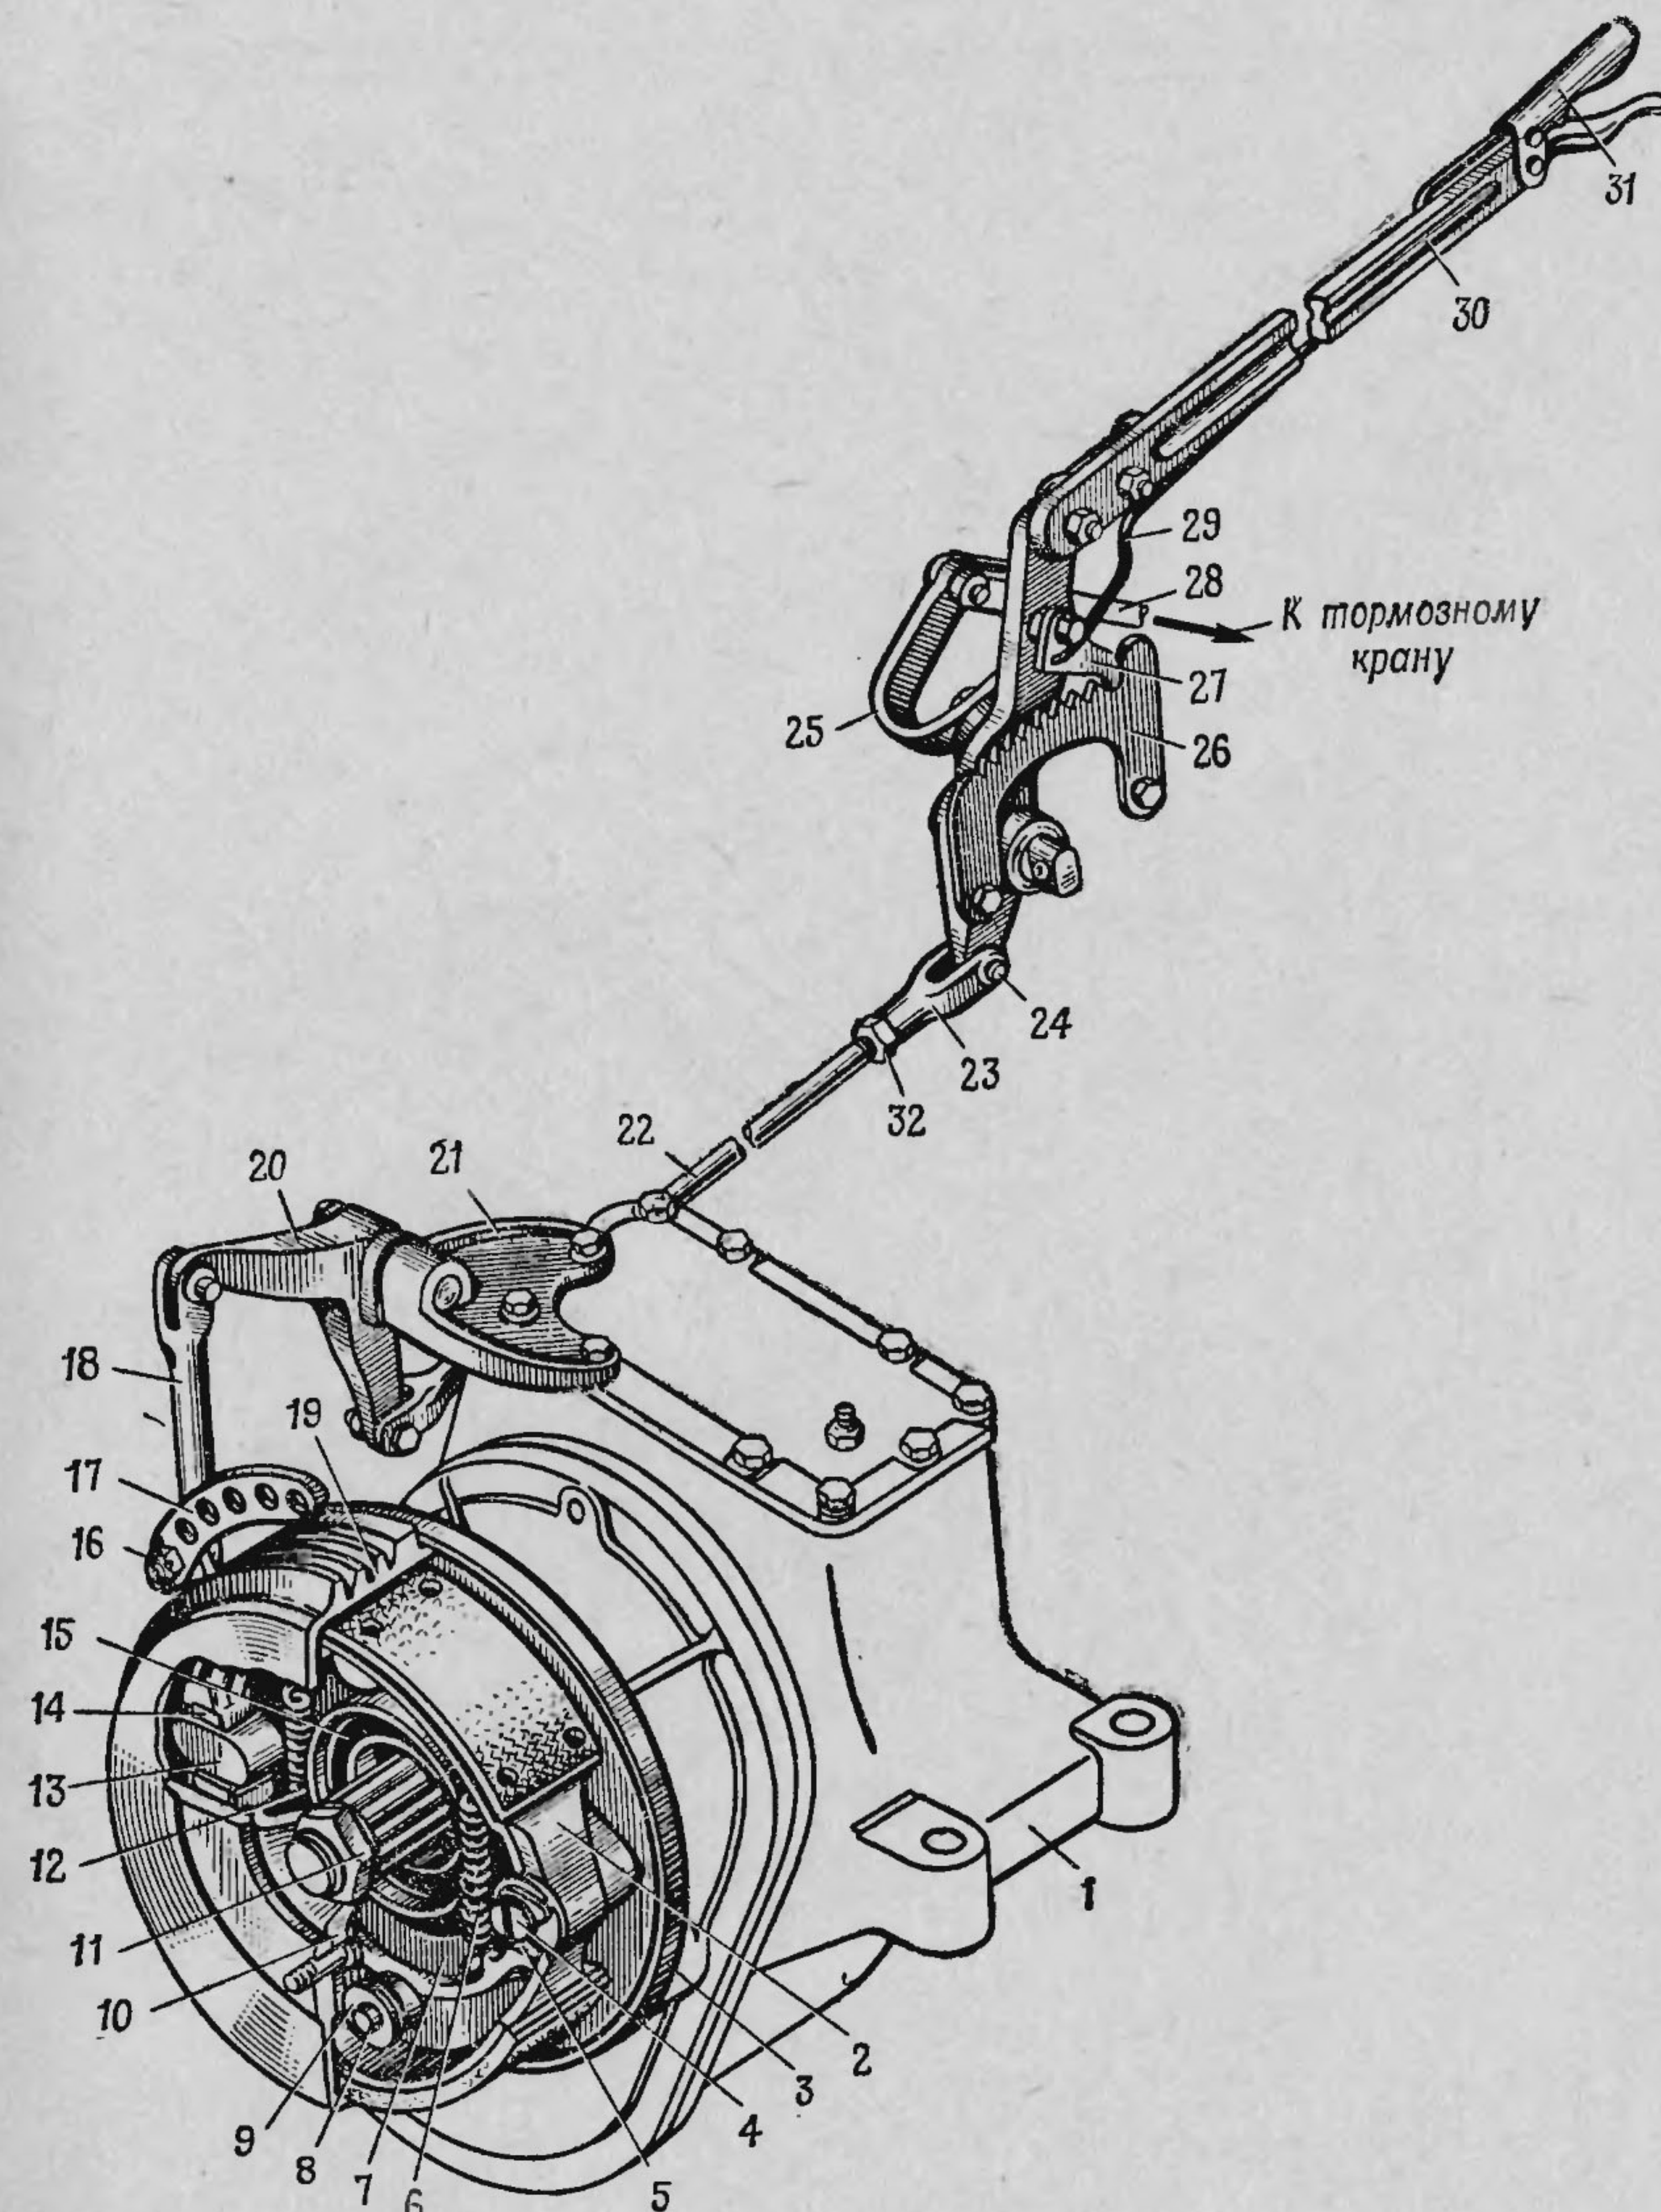
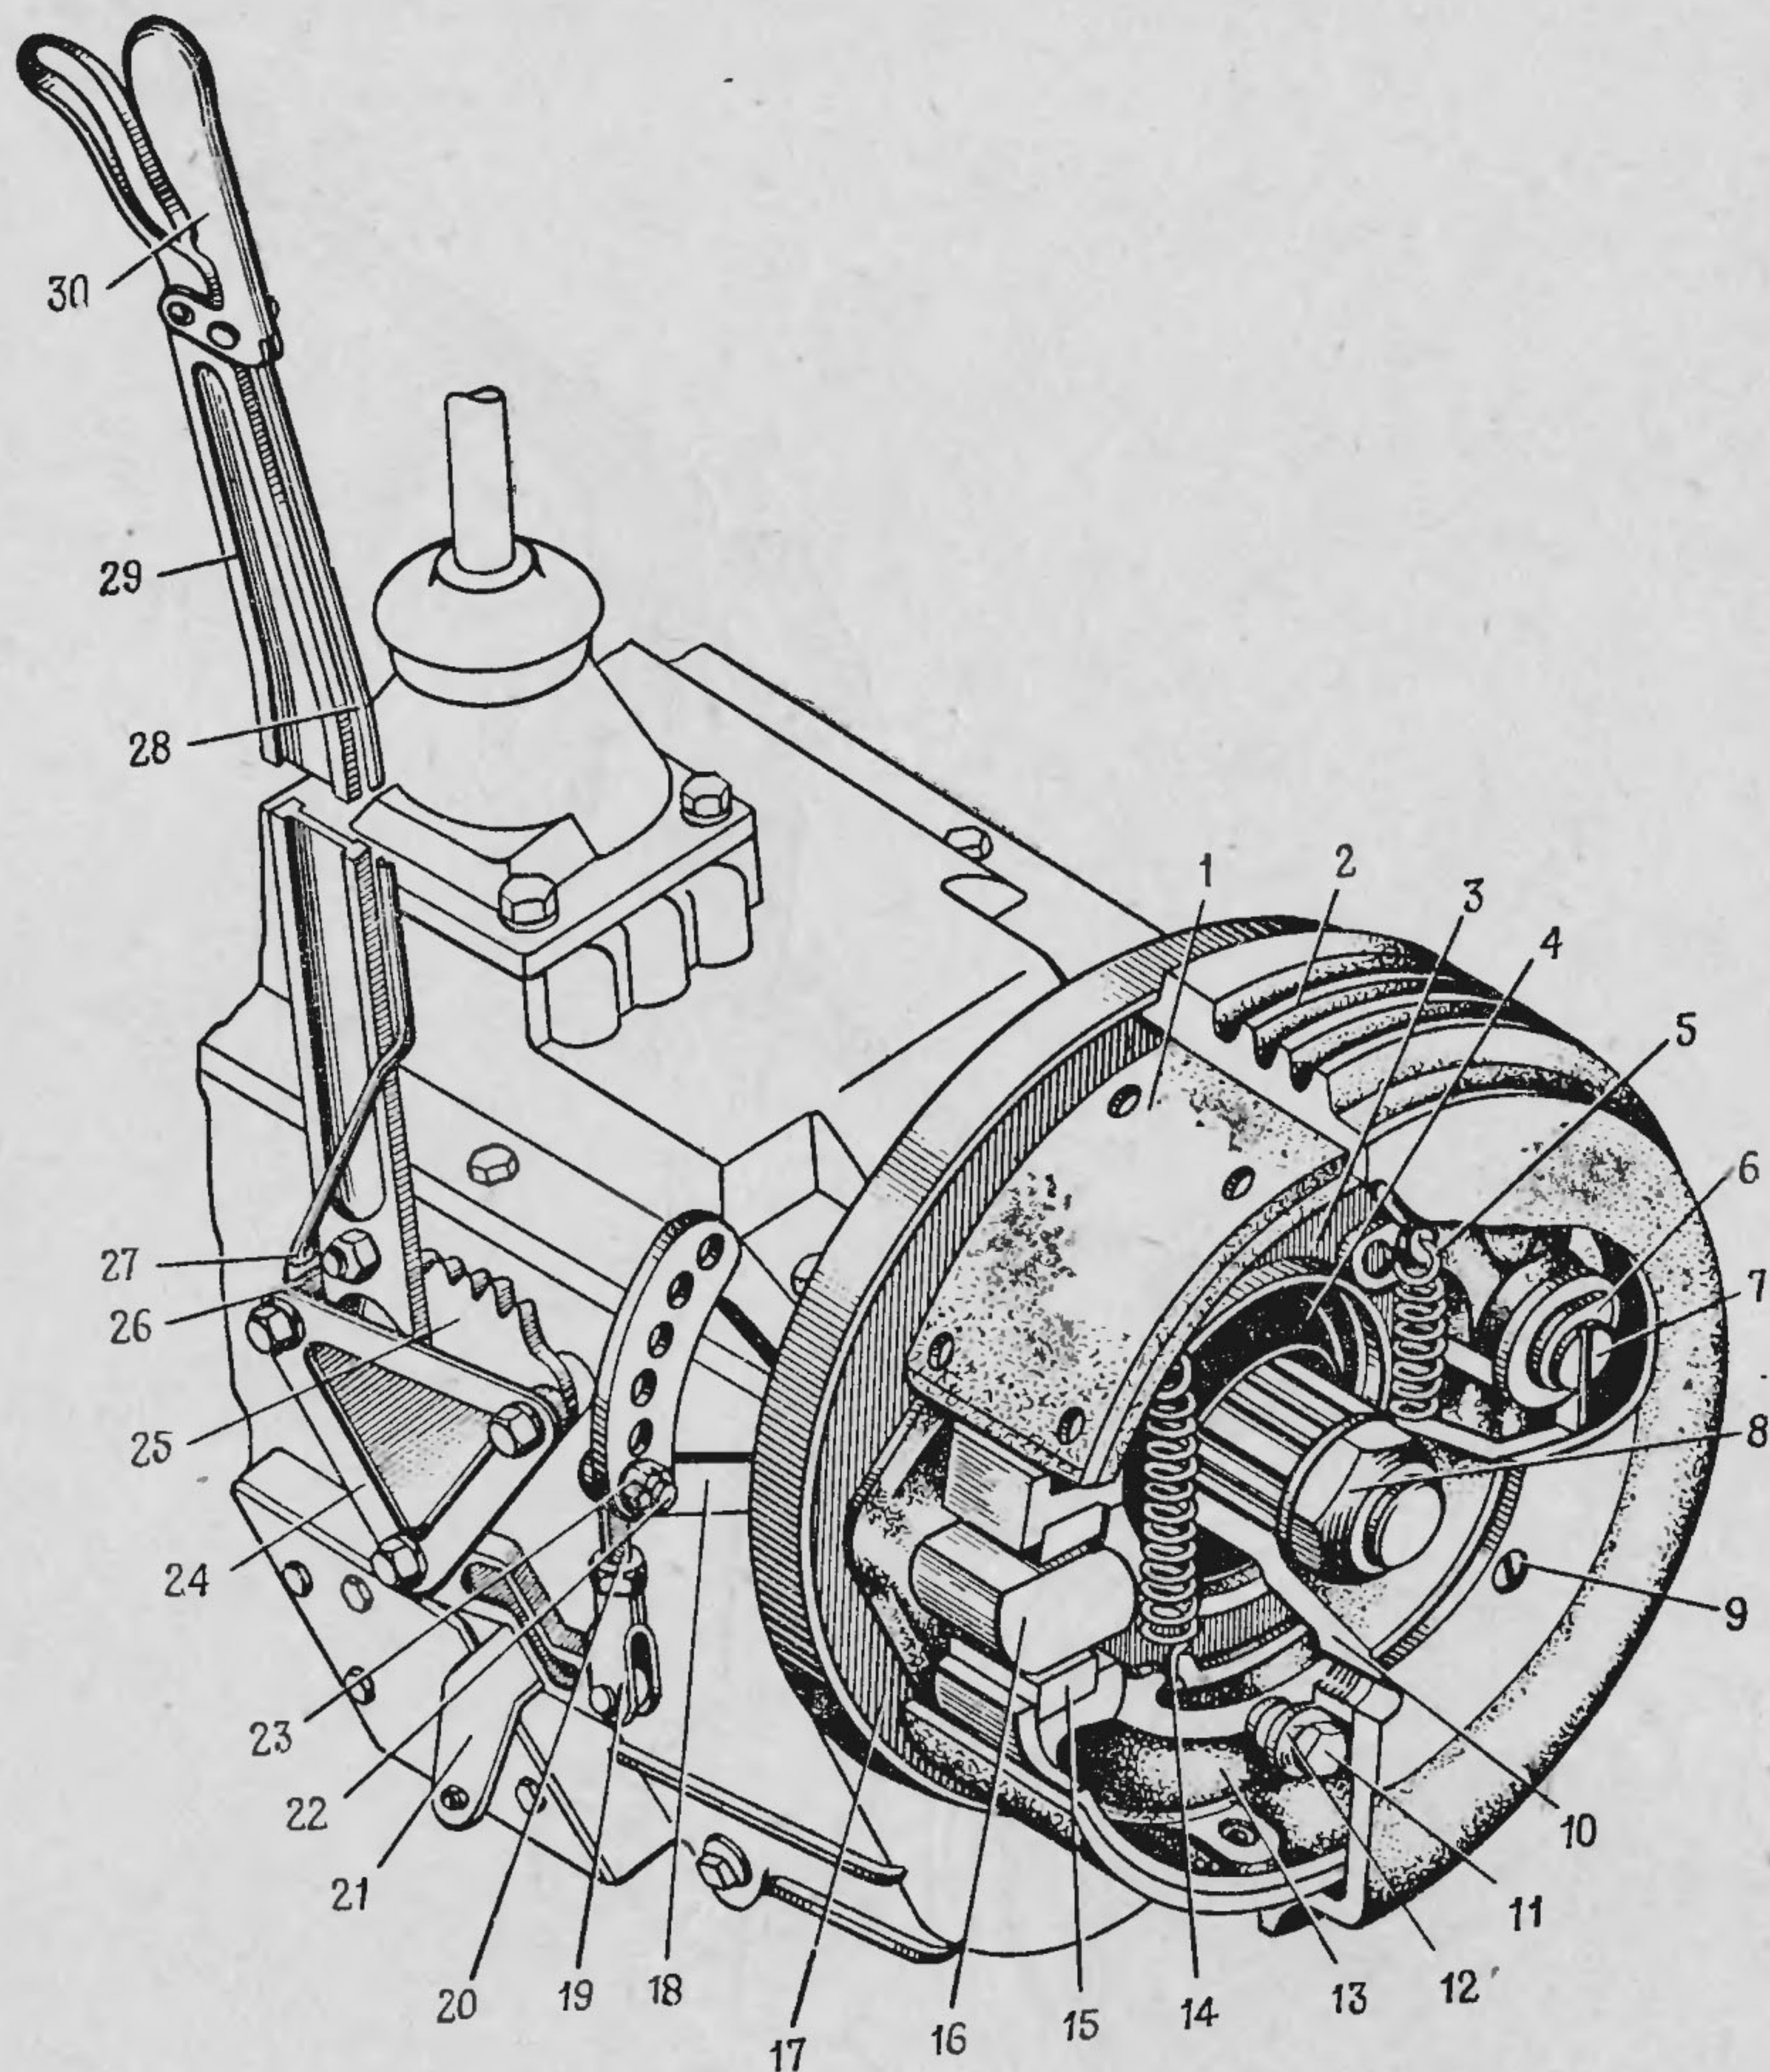

Рис. 41. Ручной тормоз автомобиля ЗИЛ-131;
Рис. 42. Ручной тормоз автомобиля ЗИЛ-130:
1. Отвернуть контргайку 32 (рис. 41) вилки тяги 22 привода у автомобиля ЗИЛ-131 и контргайку тяги 20 (рис. 42) привода у автомобиля ЗИЛ-130.
3. Отсоединить вилку 23 (рис. 41) и вилку 19 (рис. 42) тяги от рычага ручного тормоза.
9. Зашплинтовать палец 24 (рис. 41) и затянуть контргайку вилки тяги.
Если укороченная до предела тяга не обеспечивает затормаживание при перемещении стопорной защелки на шесть зубьев, то необходимо переставить палец 16 штанги и палец 22 (рис. 42)
тяги в следующее отверстие регулировочного рычага 17 (рис. 41) и рычага 18 (рис. 42) тормоза и зашплинтовать.